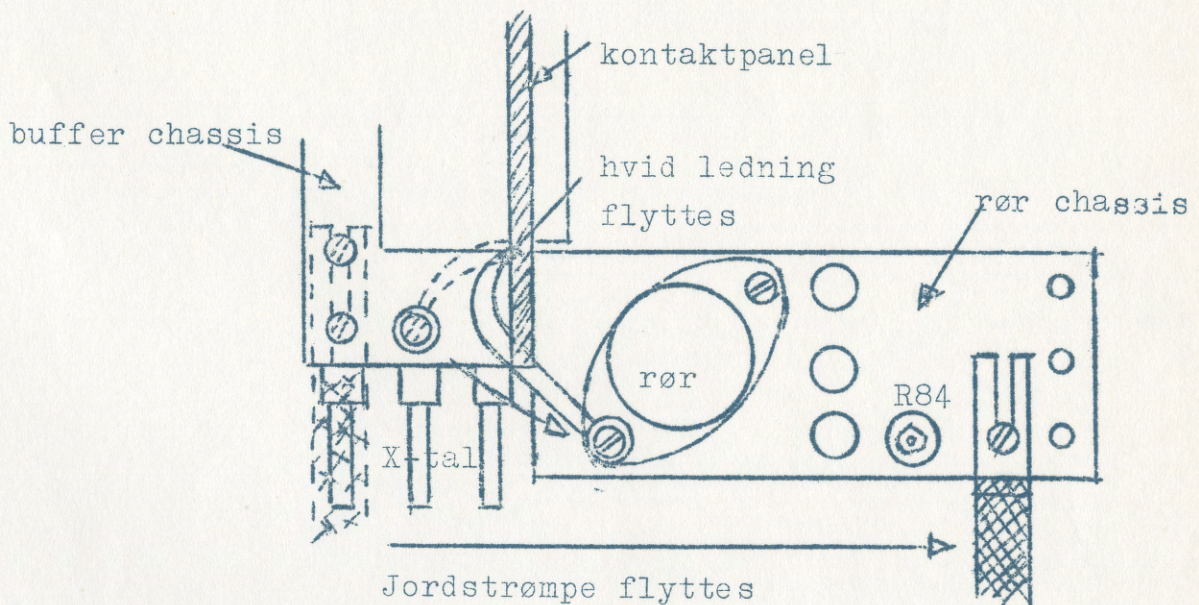

Fig. 2.
2. Jordstrømmen og den hvide stelledning på senderens bufferchassis flyttes til rørchassiet for at undgå jordstrømmen ved krystallerne. Dette er vist på fig. 2.